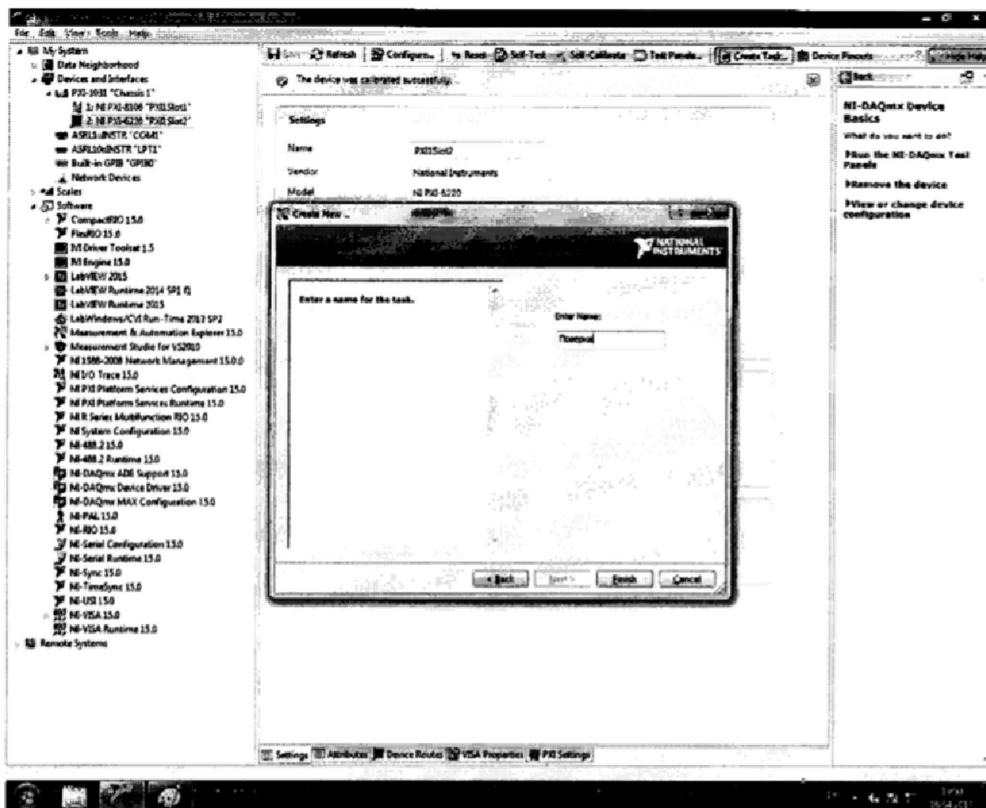

Рисунок 5.
4.12.3 В следующем окне (рисунок 5) в строке запроса указать новое наименование проекта (например, «Поверка 6220») и нажать кнопку «Finish».